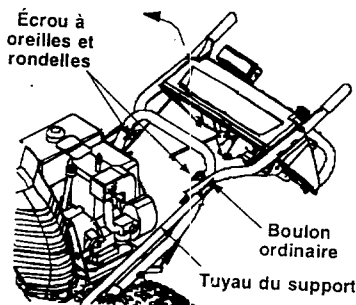
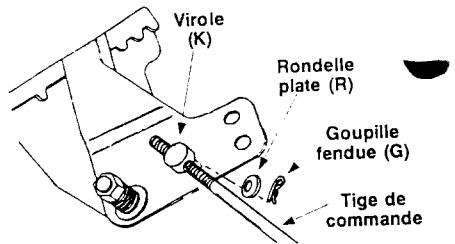

FIGURE 9
FIGURE 12
- Enlevez les deux écrous à oreilles en plastique, les deux rondelles creuses et les deux boulons ordinaires supérieurs de chaque côté du guidon. Voir la figure 9.
- Placez le levier de vitesses à la position de marche avant la plus rapide. Abaissez brusquement le levier de vitesses le plus loin possible pour engager la marche avant la plus rapide. Filetez la virole sur la tige de commande selon le besoin, jusqu'à ce que la virole soit alignée avec le trou du haut du levier de vitesses dans la figure 9. Une fois la virole est en ligne, détourné la virole un tour. Déplacé la tige de commande pour permettre la virole d'être insérée tel qu'indiqué à la figure 12, et sécurisé avec une rondelle plate (R) et une goupille fendue interne (G).